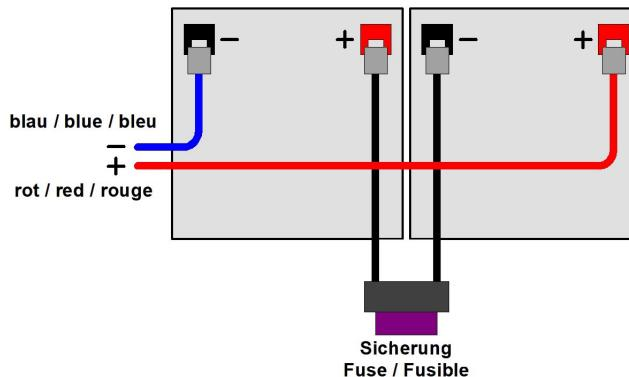
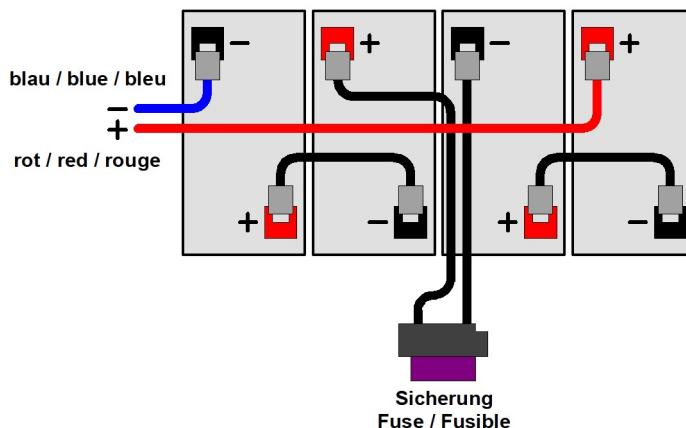
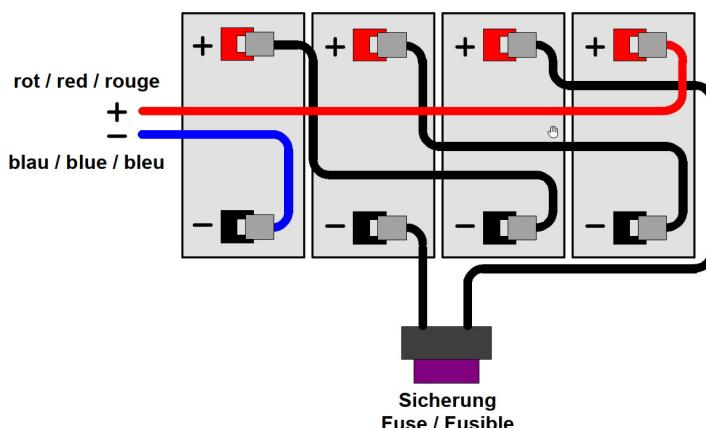

Abb. 2 Anschlussbild mit zwei Akkus
Abb. 3 Anschlussbild mit vier Akkus
Abb. 4 Anschlussbild mit vier Akkus
- 2 Batteriekreissicherung (C) herausziehen.
- 3 Befestigungsband der Akkus (B) entfernen.
- 4 Die oberen vier Stecker an den Akkus (A) abziehen. Siehe Abbildung 2, Abbildung 3 bzw. Abbildung 4.
Siehe Abbildung 2, Abbildung 3 bzw. Abbildung 4.